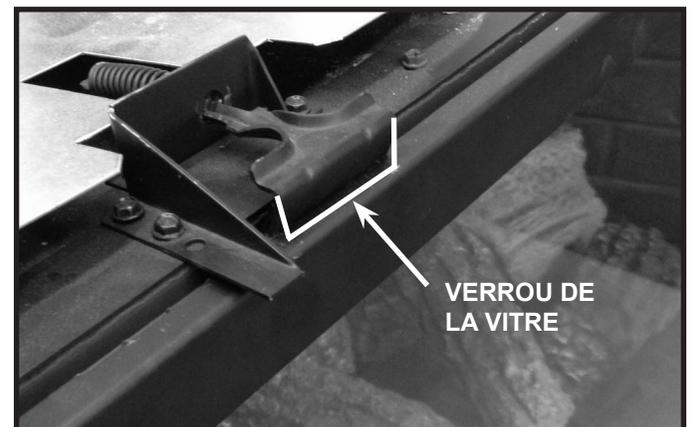
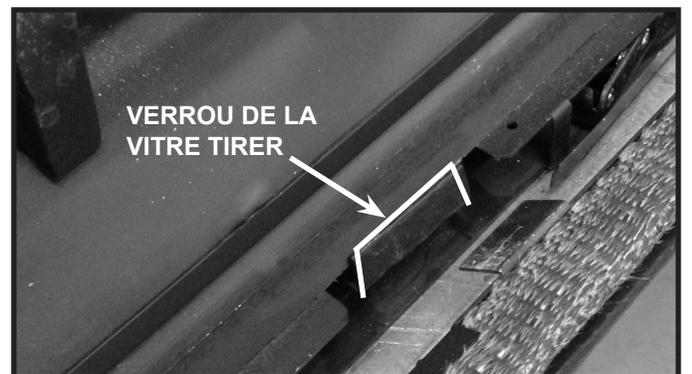

Figure 4.1 Verrou supérieur de la vitre
Figure 4.2 Verrou inférieur de la vitre
- Le panneau de verre fixe s'attache au foyer en quatre points. Le mécanisme d'attache est constitué de verrous à ressorts. Un exemple du verrou supérieur est montré à la figure 4.1 et un exemple du verrou inférieur est montré à la figure 4.2.